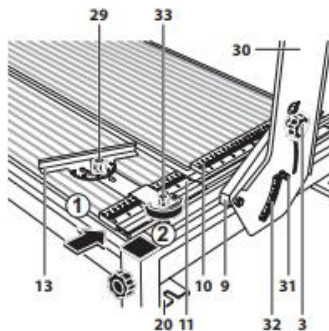

Рис. 11
Настройка угла косого реза (рис. 11)
- отпустите винт (33) (рис.11) фиксации кронштейна транспортера;
- затяните винт (33) (рис.11).
- отпустите винты-барашки (3) (рис.11) фиксации наклона головки диска (с обеих сторон силовой балки (5) (рис.1) на кронштейнах стоек (9) (рис.1);
- проверьте показания указателя шкалы (32) (рис.11) (под винтом 3). При отличии его показаний от нуля, отпустите винт крепления указателя (31) (рис.11) и, отрегулировав его положение, затяните винт.
- установите регулируемый упор с транспортом (13) (Рис.1) напротив деления на упорной линейке (11) (Рис.1) (например 10 см) и зафиксируйте его винтом (33) (Рис.11). Угол транспорта установите в положение 0°;